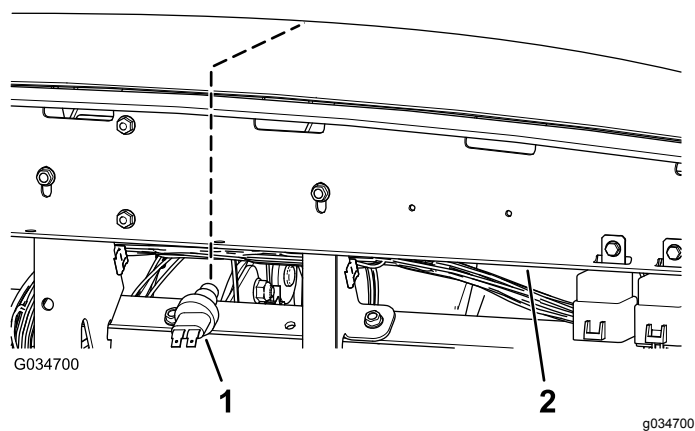

Figura 5
2. Da sotto la staffa del cruscotto, montate l'interruttore dell'avvisatore acustico nell'apertura (Figura 5).